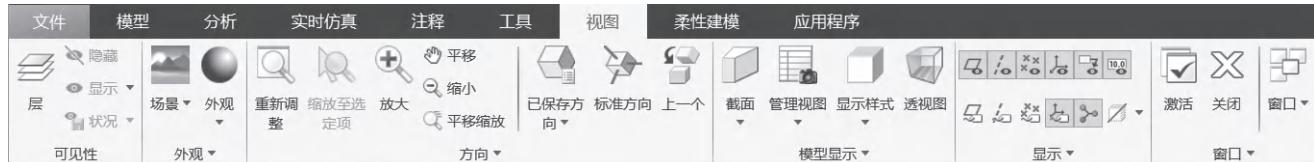

图 1-2-19 “视图”选项卡
(1) 单击顶部工具栏中的“视图”选项卡，其中就包含了“可见性”“外观”“方向”“模型显示”等工具条，如图 1-2-19 所示。“方向”工具条中的“重新调整”“放大”“缩小”等按钮与前述功能相同。